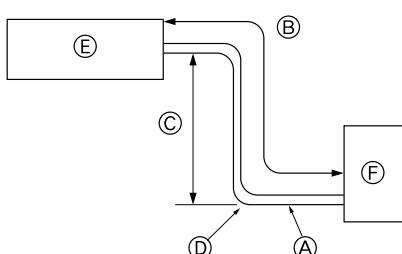

Fig. 2-1
① Bağlantı borusux1
2.1. Soğutucu boruları (Fig. 2-1)